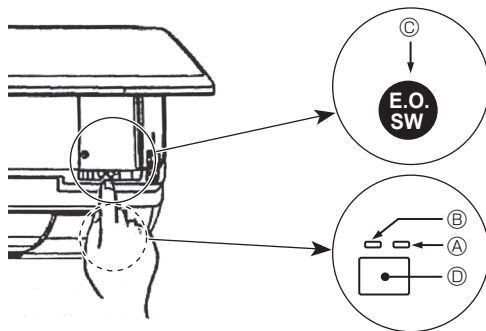

Fig. 5-2
- Norėdami sustabdyti, spauskite ⚙ mygtuką ② arba ⚙ mygtuką ① ilgiau nei 2 sekundes.
[Fig. 5-2] ① DEFROST/STAND BY (nutirpdymas / budėjimas) lemputė (oranžinė)